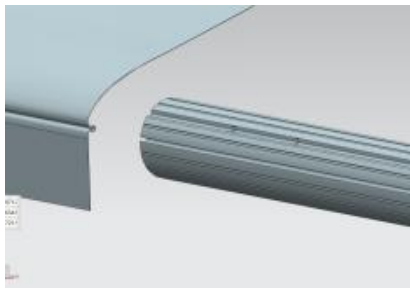
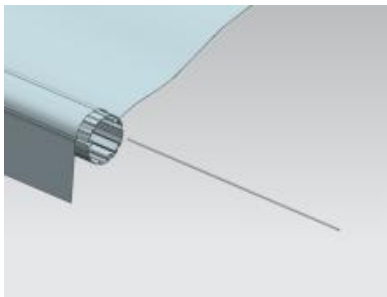
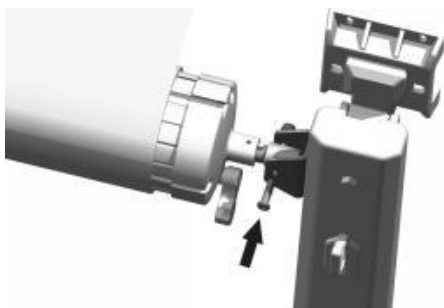

Figura C12 Figura C13
Figura C14 Figura C15
Figura C15 Figura C16
3.5 Abra la tela, insértela en la ranura del tubo del rollo, luego inserte el extremo frontal de la tela en otra ranura del tubo del rollo y, a continuación, fije el tornillo B. Para evitar que la tela se mueva, inserte la tira de tela en la ranura. Por último, inserte la presilla en la tira. (Figura C12, Figura C13, Figura C14, Figura C15)
3.6 Envuelva la tela en la misma dirección sobre el tubo del rollo, dejando un círculo sin tocar, e inserte la tela en el riel de tela del vehículo (Figura C15), fije el orificio del eje en el extremo del rodillo al soporte superior de la varilla de soporte (Figura C16).